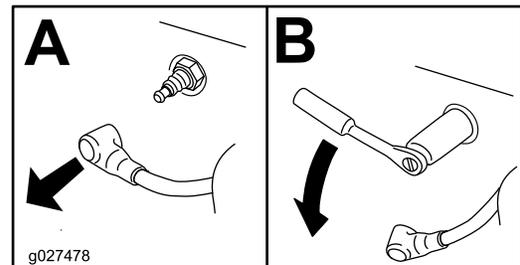

Bild 46
- Nehmen Sie die Zündkerze heraus (Bild 46).